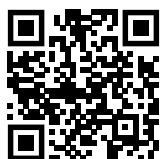

Fig. 62
► Ανοίξτε το **Liebherr SmartMonitoring Dashboard**. (βλέπε Fig. 62)